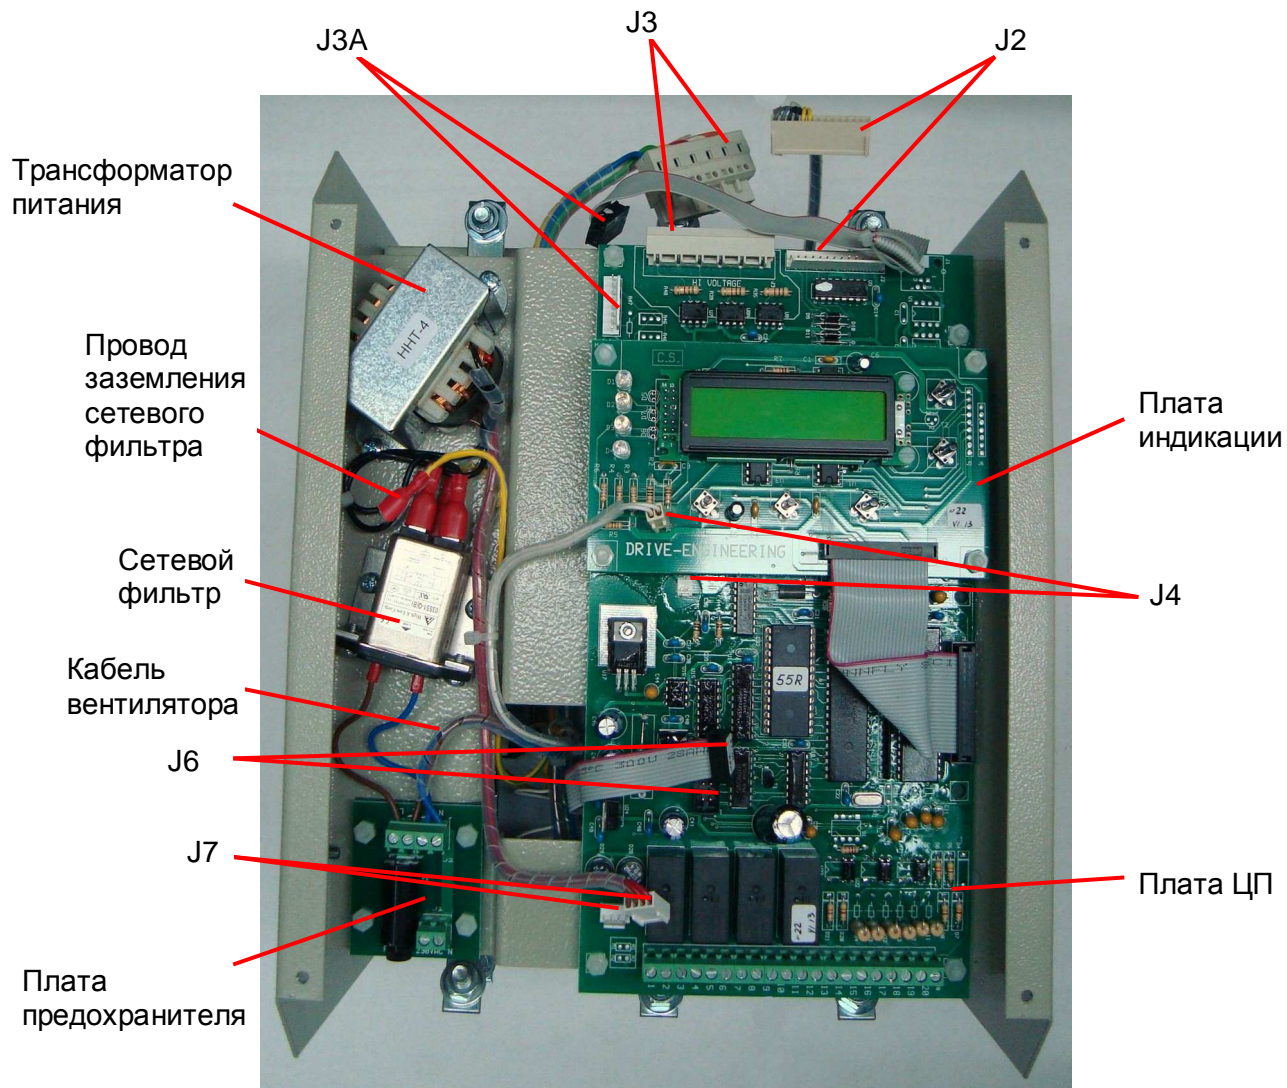

Рис. 6.4
6.4.1. Отсоединить разъемы кабелей от платы ЦП (разъемы J2, J3, J3A, J4, J6, J7, рис. 6.4).
6.4.2. Ослабить два винта в клеммнике платы предохранителя и отсоединить кабель вентилятора (рис. 6.4).
6.4.3. Отсоединить провод заземления сетевого фильтра (рис. 6.4).